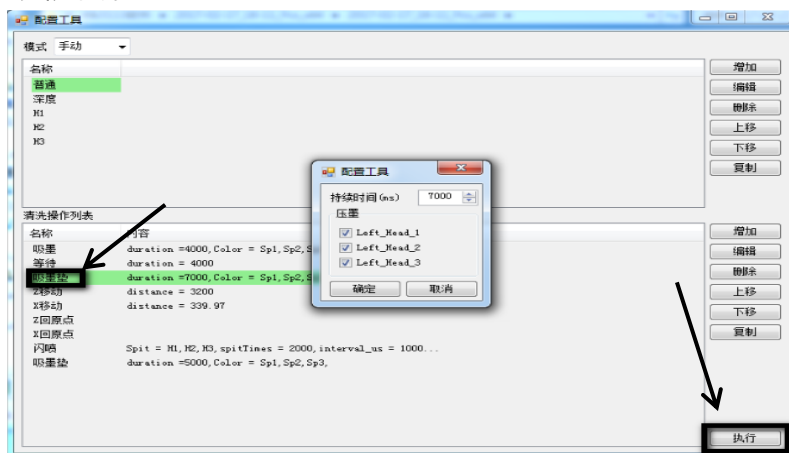
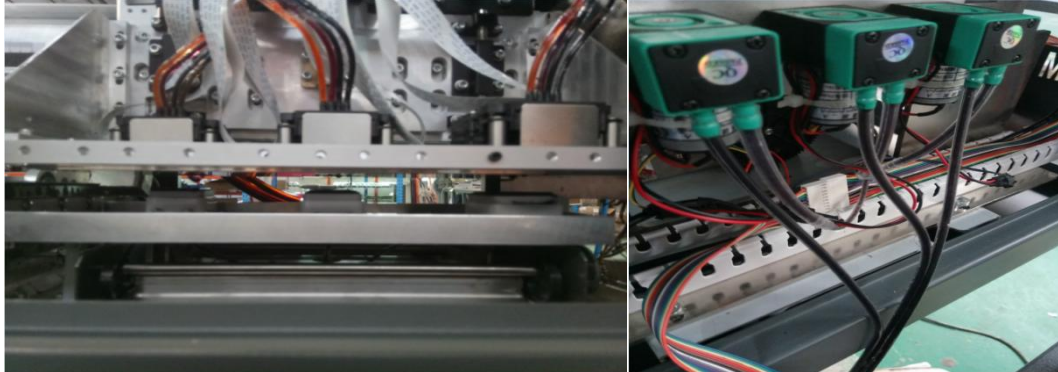

图 7.10 吸墨垫内容
图 7.11 吸墨垫过程
4、鼠标左键双击“吸墨垫”调整内容如图 7.10 设置。设置完成后鼠标左键单击吸墨垫—>执行，墨栈下降，回到原位，吸墨泵工作把墨栈内的废墨抽空。如图 7.11。吸墨垫吸墨持续时间出厂值为 7000ms。